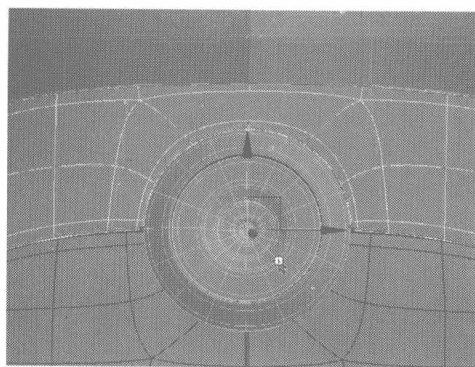

图 4.148
- 20** 在 Front 视图中继续调整摄像头与机壳连接处的节点，效果如图 4.148 所示。